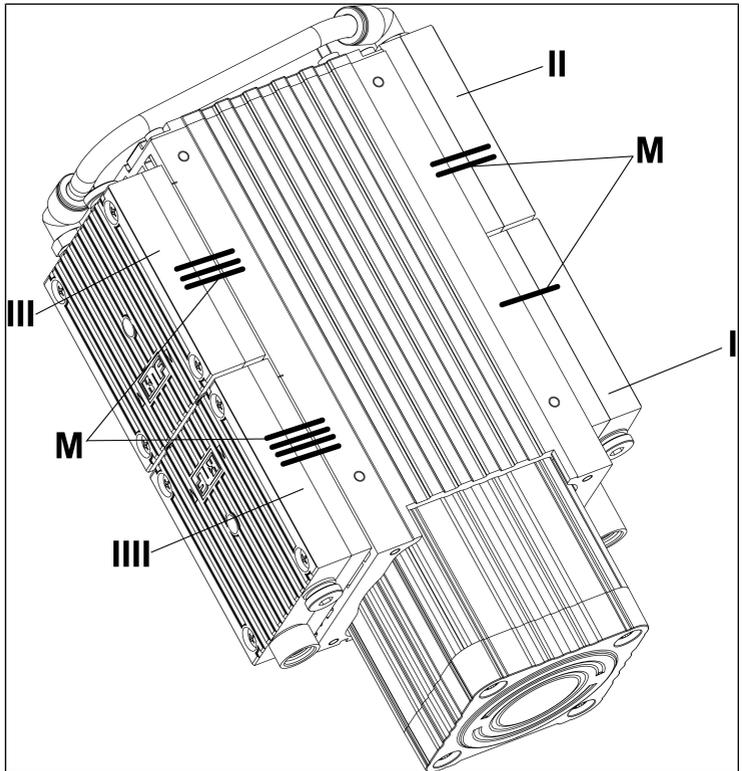

Fig. 8: Marcado de la bomba
3. Cabezal 1 (I/ Fig. 8):
4. Cabezal 2 (II/ Fig. 8):
5. Cabezal 3 (III/ Fig. 8):
6. Cabezal 4 (IIII/ Fig. 8):
5. Colocar la tapa del cabezal (5/Fig. 11) en la placa intermedia (2/Fig. 11) conforme a las marcas de rotulador (M/ Fig. 8).
5. Realizar los pasos 6-8 (desmontar el cabezal de la bomba), así como los pasos 1-6 (cambiar las placas de válvula y montar las placas intermedias) y los pasos 1-4 (cambiar las membranas y montar el cabezal de la bomba) para los cabezales 3 y 4 (III y IIII/ Fig. 8).